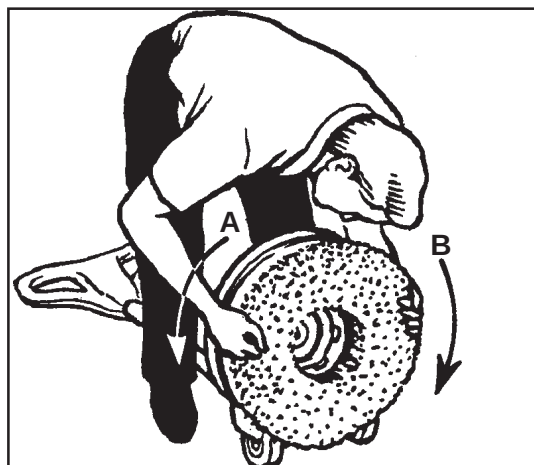

Figure 2
3. Incliner la machine vers l'arrière jusqu'à ce que le timon touche le sol. (Voir fig.2)
4. En "chevauchant" la machine (Voir fig. 2)
6. Fixer la brosse ou le disque par pivotement dans le sens horlogique. Voir fig. 2 (A).
7. Pour déposer la brosse ou le disque, débloquent l'accessoire par pivotement dans le sens anti-horlogique, puis le retirer. Voir fig. 2 (B).